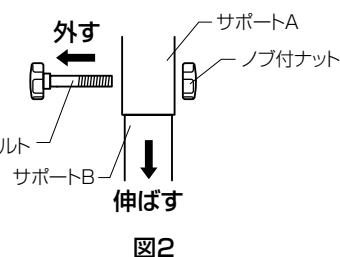

図2
②サポートを90度回転させます。
③ノブ付ボルト、ノブ付ナットを外し、サポートを伸ばします。(図2)